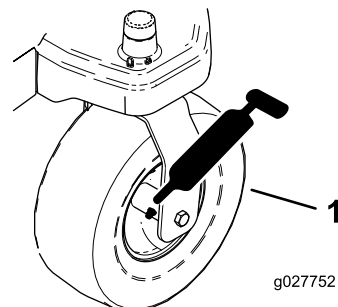
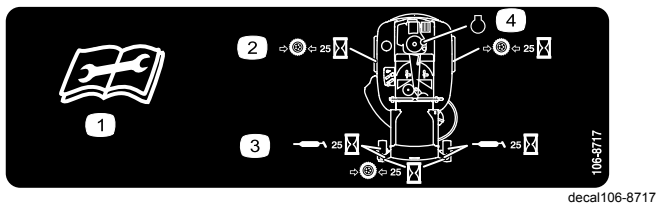

Figura 37
Figura 38
3. Limpie los engrasadores (Figura 37 y Figura 38) con un trapo.
4. Conecte una pistola de engrasar a cada punto de engrase (Figura 37 y Figura 38).